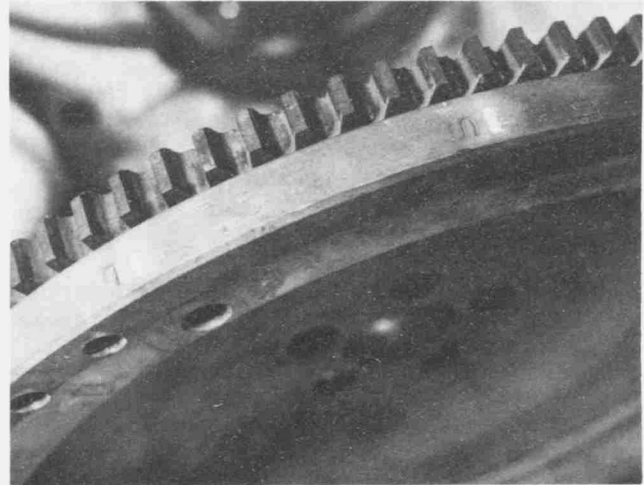

Bild 59
- Die Schwungradzähne auf Verschleiss oder Ausbrüche prüfen. Stark abgerundete Schwungradzähne führen zum Durchrutschen des Anlassers (Bild 59).